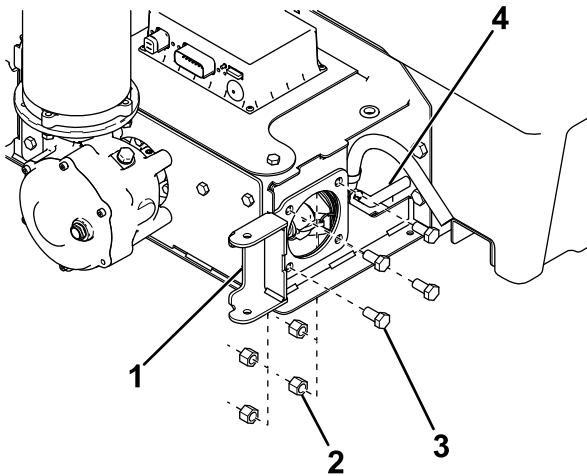

Figure 24
- Sur les épandeurs à vis, glissez une des protections de bord sur l'ouverture de l'ensemble vis, comme montré à la (Figure 24).
- Retirez et mettez au rebut les 4 boulons et écrous qui fixent la cheville de verrouillage du distributeur droit à l'ensemble chaîne articulée (Figure 24). Conservez la cheville de verrouillage du distributeur.